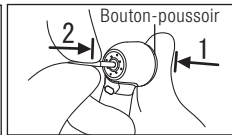

Fig. 6
- 2 Appuyez sur le bouton-poussoir pour ouvrir le mandrin (1) (Fig. 6).
- 3 Insérez complètement la fraise dans le mandrin jusqu'à l'arrêt (2), puis relâchez le bouton-poussoir (Fig. 6).